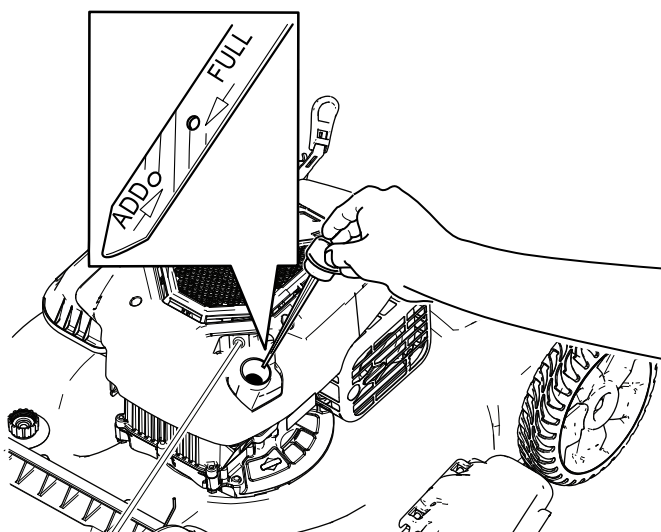

Figura 6
2. Retire la varilla girando el tapón en el sentido contrario a las agujas del reloj y tirando del mismo (Figura 6).
6. Observe el nivel de aceite en la varilla (Figura 6).